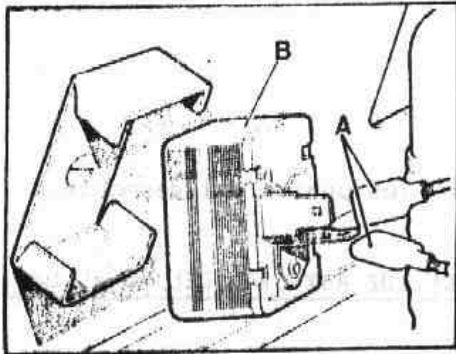

Fig. P-21 Unidad de luces de intermitencia
- 1.2. Desconectar los cables, A (Fig. P-21) de la unidad de luces de intermitencia y retirar la misma.